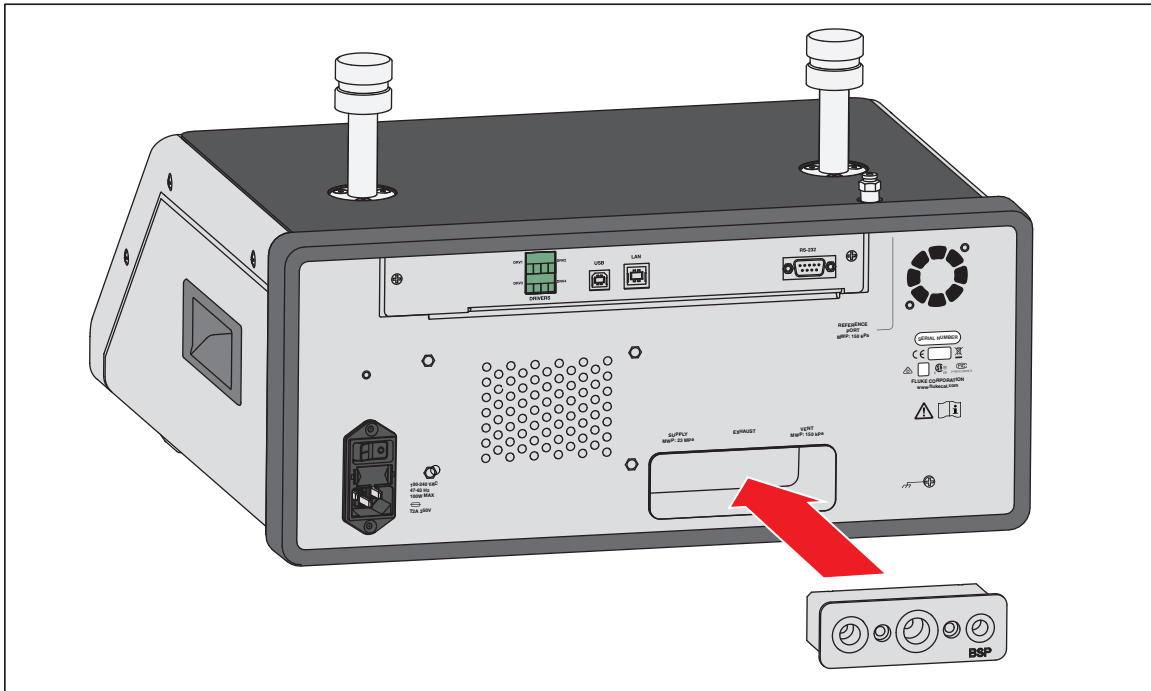

Figura 30. Montaggio del collettore
3. Sostituire il collettore e serrare i quattro bulloni, coppia di serraggio: 6,2 N m (55 lbf in). Vedere la Figura 30.